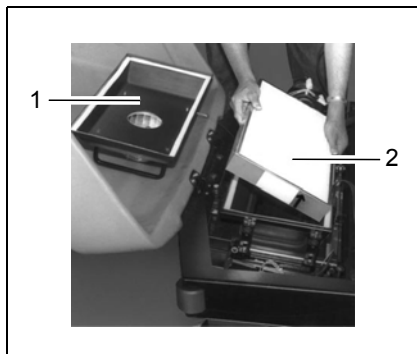

Abb. 38
Den Plattenfilter (Abb. 38/2) in der Staubabsaugung regelmäßig sowie bei Bedarf mit der Abrüttelvorrichtung reinigen:
2. Haltebänder des Filterkastendeckels (Abb. 38/1) entfernen.
3. Filterkastendeckel (Abb. 38/1) abnehmen.
4. Plattenfilter (Abb. 38/2) entnehmen.
Plattenfilter (Abb. 38/2) ein paar Mal aus geringer Höhe auf eine ebene, feste Fläche fallen lassen. Filterlamellen dabei nicht beschädigen!
Der Untergrund darf keine Unebenheiten aufweisen. Plattenfilter (Abb. 38/2) nicht schräg auf den Untergrund fallen lassen.
Plattenfilter (Abb. 38/2) mit beschädigten Filterlamellen dürfen nicht eingebaut werden!
Das Einsetzen des Plattenfilters (Abb. 38/2) erfolgt in umgekehrter Richtung wie das Entnehmen, siehe Abschnitt "Plattenfilter entnehmen".
Den Plattenfilter (Abb. 38/2) nicht seitenverkehrt einlegen! Pfeil am Rahmen des Plattenfilters (Abb. 38/2) beachten! Der Pfeil muss nach oben zeigen.